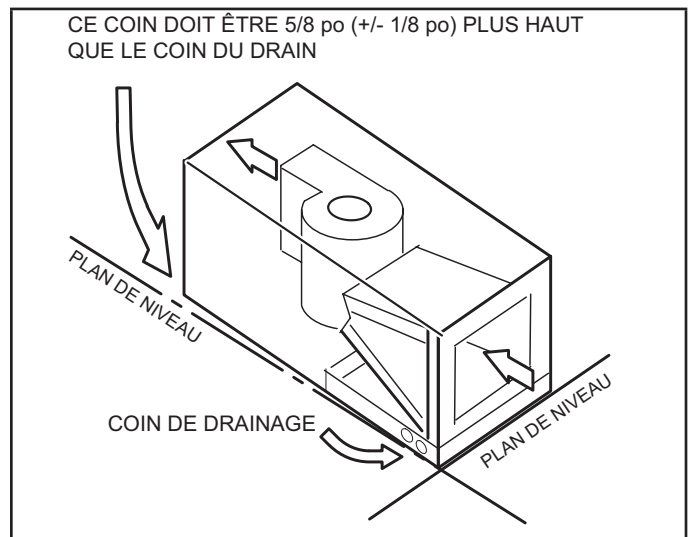

FIGURE 16. Inclinaison de l'unité pour un drainage correct
- 4 - Placez l'appareil de manière à ce qu'il soit incliné vers l'extrémité du bac de drainage et de niveau de l'avant à l'arrière de l'appareil (reportez-vous à la FIGURE 16).
- 10 - Positionnez l'unité de manière à ce qu'elle soit inclinée comme illustré à la FIGURE 16. Connectez les plénums d'air d'alimentation et de retour à l'aide de vis à tête.
Assurez-vous que l'unité est inclinée (comme à la FIGURE 16) de sorte que le bac de drainage se vide complètement sans que de l'eau reste dans le bac.